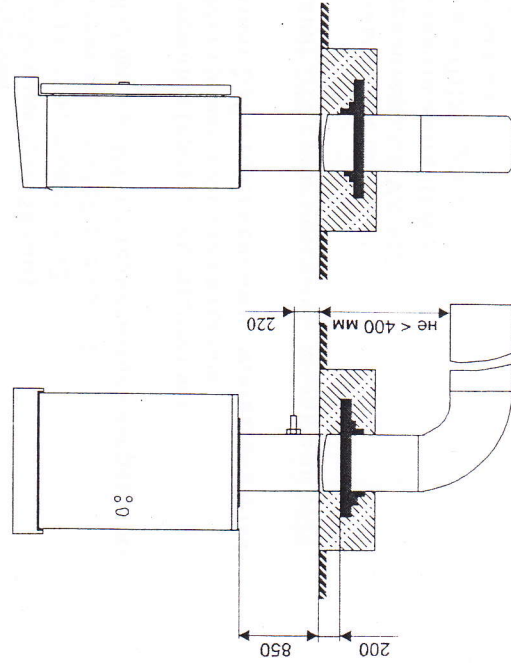

Рис. 2. Установка распределительного шкафа на улице
4.2. На месте установки изделия выкопать котлован размерами 500х500 мм глубиной 200 мм. (см. рис. 2).